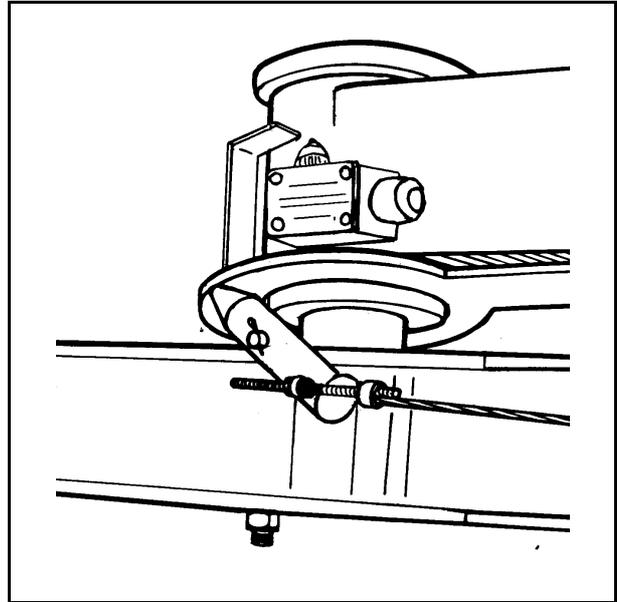

Bild 5-2
- 5.4 Der Sicherheitsbügel besteht aus einem Auslösebügel, der über einen Draht mit einem Wipparm verbunden ist und über eine Gleitplatte einen kleinen elektrischen Schalter betätigt. (Abb. 5-2). Sobald der Stromkreis unterbrochen wird, wird der Ölstrom abgestellt und alle Funktionen werden angehalten. Dieser Zustand ist daran zu erkennen, daß in der Anzeige im Zählwerkkasten drei Punkte aufleuchten.